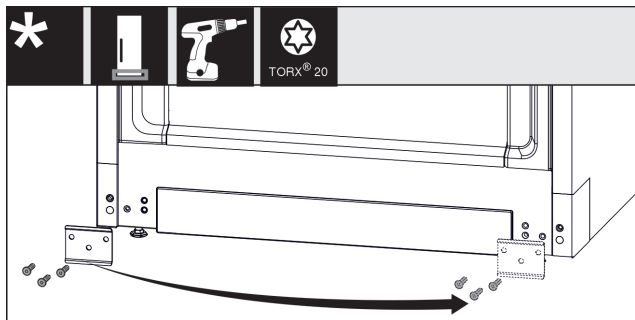

Fig. 13
- Odšroubujte plech, přesuňte jej na druhou stranu a přišroubujte jej zpět. Fig. 13 (1)